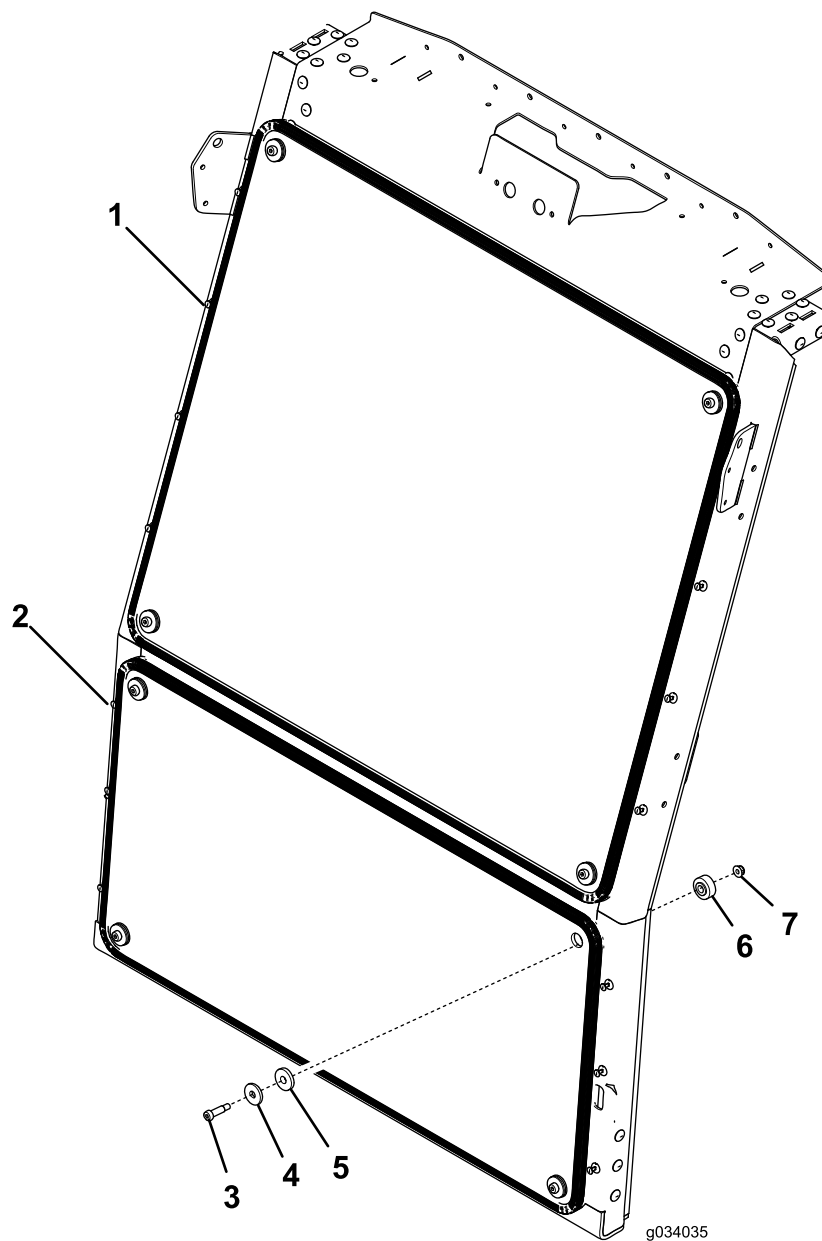

Рисунок 1
2. Установите нижнее ветровое стекло и совместите монтажные отверстия (Рисунок 1).
3. Прикрепите нижнее ветровое стекло к раме при помощи крепежных деталей, как показано на Рисунок 1.
4. Установите верхнее ветровое стекло и совместите монтажные отверстия (Рисунок 1).
5. Прикрепите верхнее ветровое стекло к раме при помощи крепежных деталей, как показано на Рисунок 1.